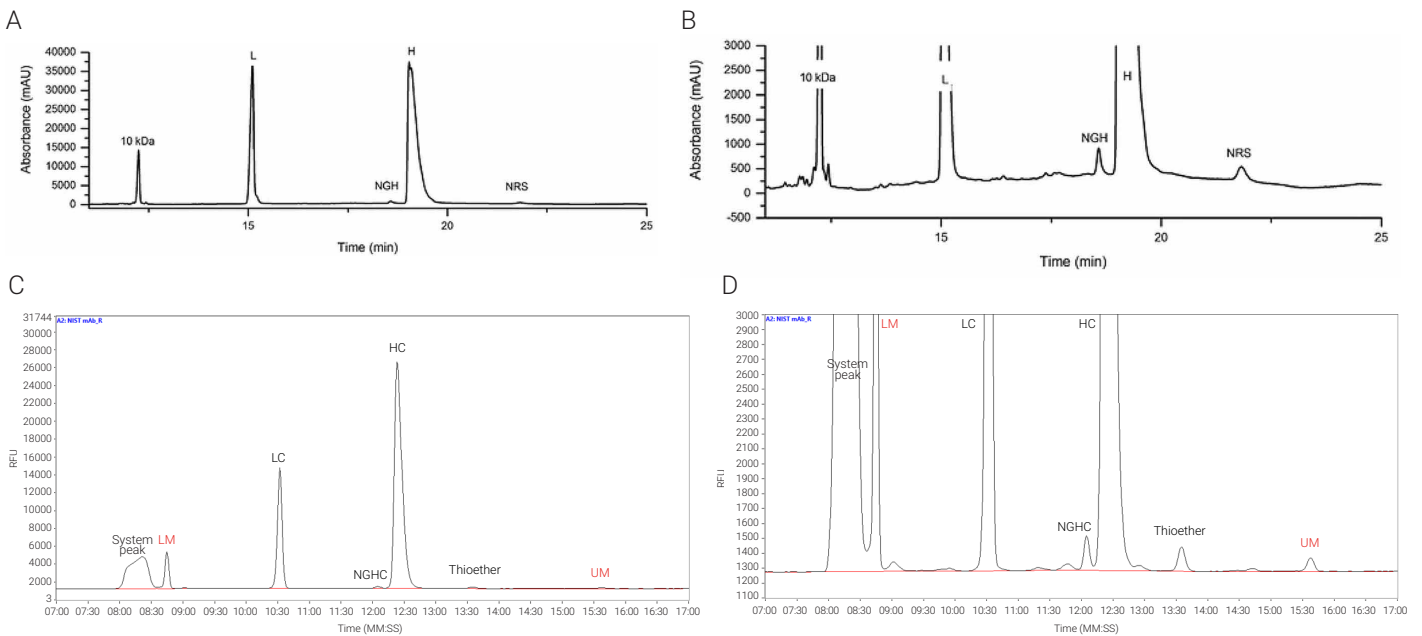

図 2. 還元 NISTmAb (NRS = nonreduced species)
と比較しました (図 2)。いずれのシステムでも、軽鎖と重鎖を容易に検出することができました。重鎖の左側の小さなピークは、非グリコシル化重鎖 (NGHC) を示しており、右側はチオエーテル (Thioether) のピーク (または nonreduced species、NRS) です。ProteoAnalyzer による還元 NISTmAb の分析では、オプションの Upper Marker (UM) を使用することで、より適切に補正され、サンプルピークのサイジング精度が向上しました。